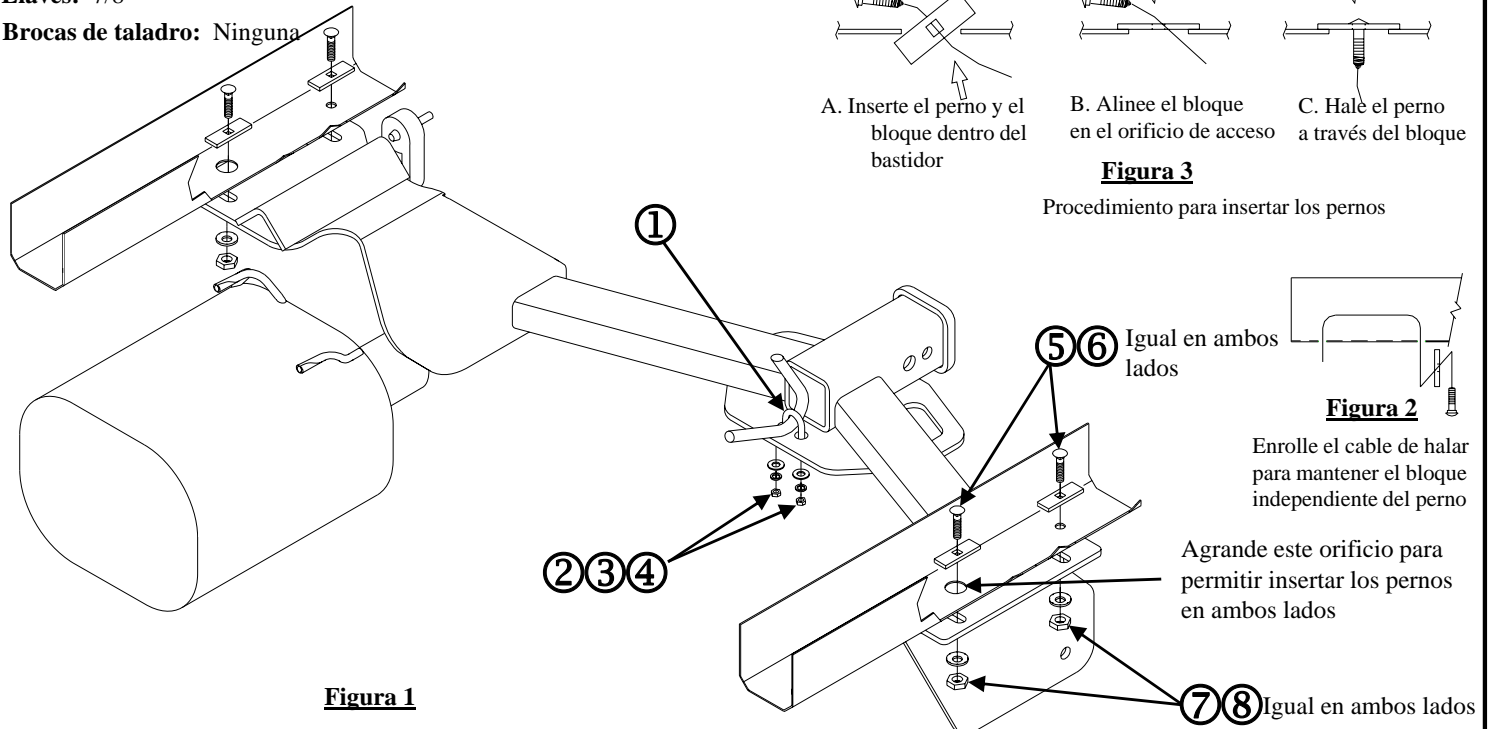

Figura 1
- Centre el enganche en el vehículo e instale un perno de U como se muestra en la Figura 1. Instale arandelas planas, arandelas de bloqueo y tuercas en el perno en U.